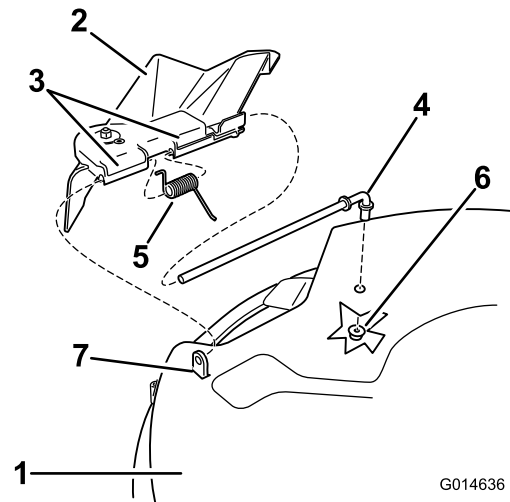

Figura 57
- Retire la tuerca (3/8 pulg.) de la varilla (debajo del cortacésped) (Figura 57).
- Retire la varilla del espaciador corto, del muelle y del deflector de hierba (Figura 57).
- Vuelva a colocar el deflector de hierba (Figura 57).
- Deslice la varilla por el segundo soporte del deflector de hierba (Figura 57).
9. Sujete el extremo trasero de la varilla al cortacésped con una tuerca (3/8"), según se muestra en Figura 57.